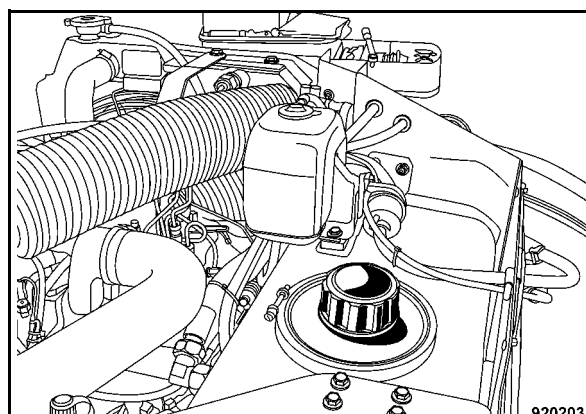

Fig. 131
- Cerrar el depósito con la nueva tapa de cierre (Fig. 131).